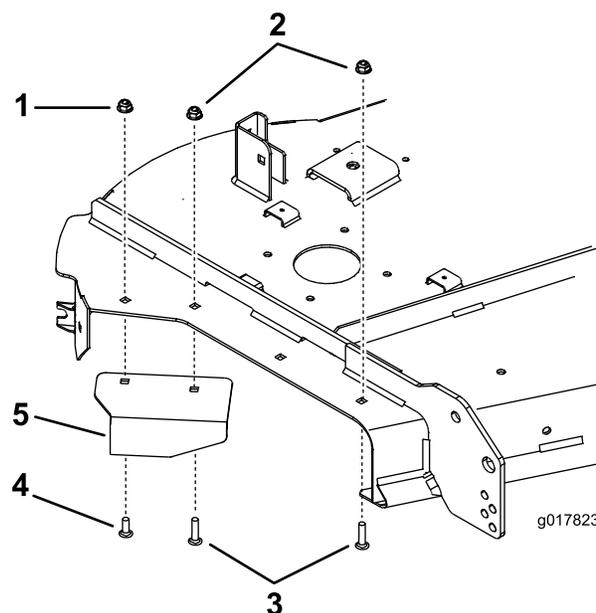

Figure 25
Remarque: Lors de la pose du déflecteur existant, veillez à utiliser les trous corrects pour chaque boulon (Figure 25).
3. Posez le déflecteur existant avec un boulon de carrosserie (5/16 x 1 po) et un écrou (5/16 po) provenant du déflecteur déposé (Figure 25).
4. Utilisez un boulon neuf (5/16 x 1³/₈ po) et un écrou à embase (5/16 po) pour fixer l'intérieur du déflecteur (Figure 25).
5. Insérez un boulon de carrosserie et un écrou à embase dans le trou avant, comme montré à la Figure 25.